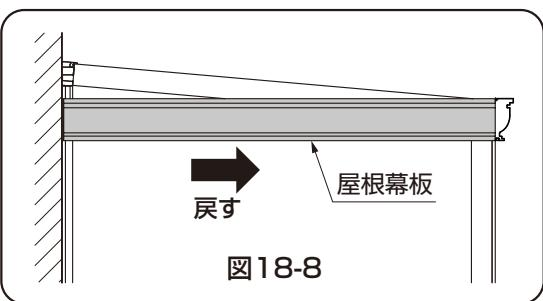
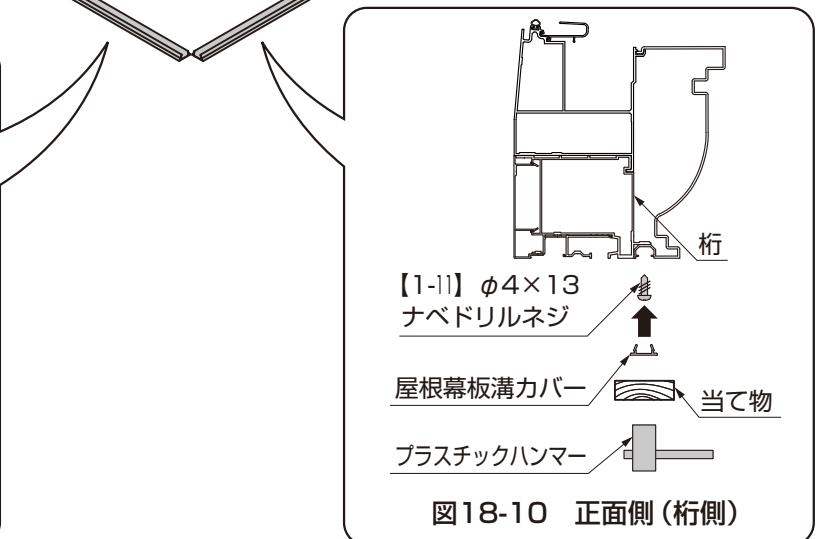

図18-8
図18-10 正面側(桁側)
- ④側面側の屋根幕板を屋根幕板コーナーキャップに寄せて、しっかりとはめ込んでください。(図18-8参照)
- ⑤屋根幕板コーナーキャップと屋根幕板を【1-7】で固定してください。
- ⑥屋根幕板を幕板取付材、桁に【1-11】で固定し、屋根幕板溝カバーをはめ込んでください。(図18-9、図18-10参照)